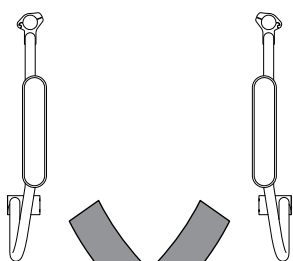

fig. 15
1. Standardindstillingen gør det muligt at abducere benene (fig. 15).